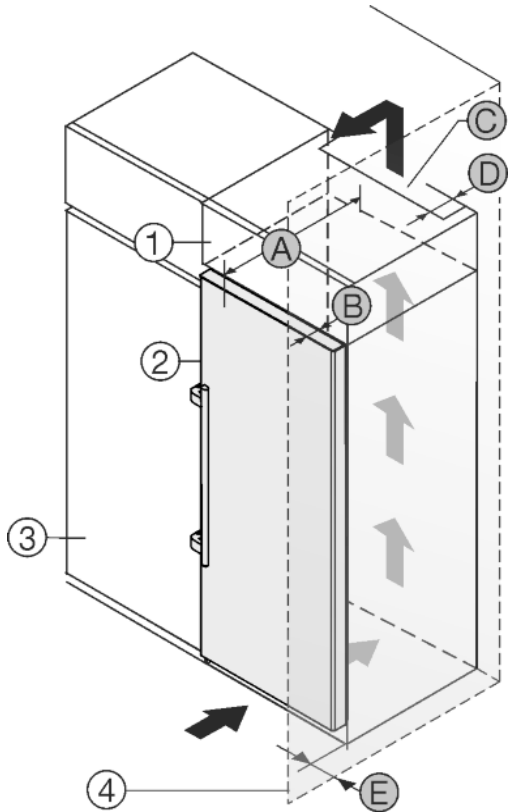

Fig. 21
Das Gerät kann mit Küchenschränken umbaut werden. Um das Gerät Fig. 21 (2) der Küchenzeilenhöhe anzugleichen, kann über dem Gerät ein Aufsatzschrank Fig. 21 (1) angebracht werden.
Das Gerät kann direkt neben dem Küchenschrank Fig. 21 (3) aufgestellt werden. Um die Türe vollständig öffnen zu können, muss das Gerät um die Tiefe Fig. 21 (B) gegenüber der Küchenschrankfront vorstehen. Abhängig von der Tiefe der Küchenschränke und Verwendung von Wandabstandshaltern kann das Gerät weiter herausragen.
- An der Rückseite des Aufsatzschrankes muss ein Abluftschacht mit der Tiefe Fig. 21 (D) über die gesamte Aufsatzschrankbreite vorhanden sein.
- Unter der Raumdecke muss der Entlüftungsquerschnitt Fig. 21 (C) eingehalten werden.
Wenn das Gerät mit den Scharnieren neben einer Wand Fig. 21 (4) aufgestellt wird, muss der Abstand Fig. 21 (E) zwischen Gerät und Wand eingehalten werden. Dies entspricht dem Griffüberstand bei geöffneter Tür.